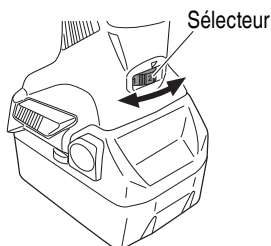

Fig. 8
7. Réglage de la vitesse de fonctionnement (Fig. 8)